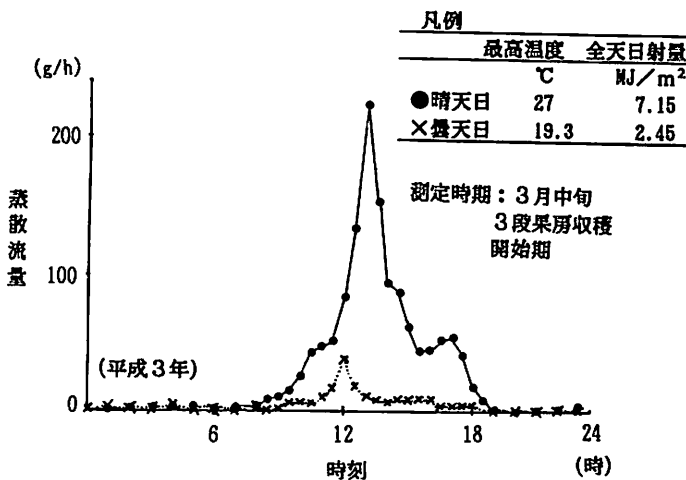

図2 トマトの蒸散量の日変化
①蒸散流量の日変化は、夜間はほとんど茎内に水は流れず、太陽高度の上昇に伴い蒸散流量は増加し、12時から13時の間に最大となり、その後蒸散流量は減少する。曇天日はわずかに昼間にピークがあるだけで蒸散流量は少ない（図2）。